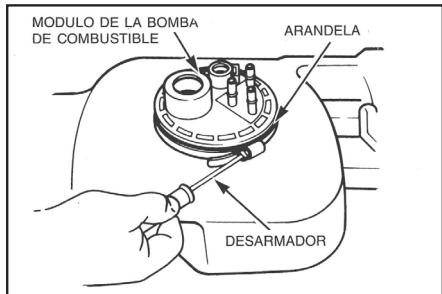

figura 1
- B) Debido a que los módulos están sometidos bajo presión de resortes, es necesario detenerlos en su lugar mientras remueve las abrazaderas (*Ver figura 1*), después de remover la abrazadera, con cuidado, suelte despacio el módulo permitiendo que se levante.